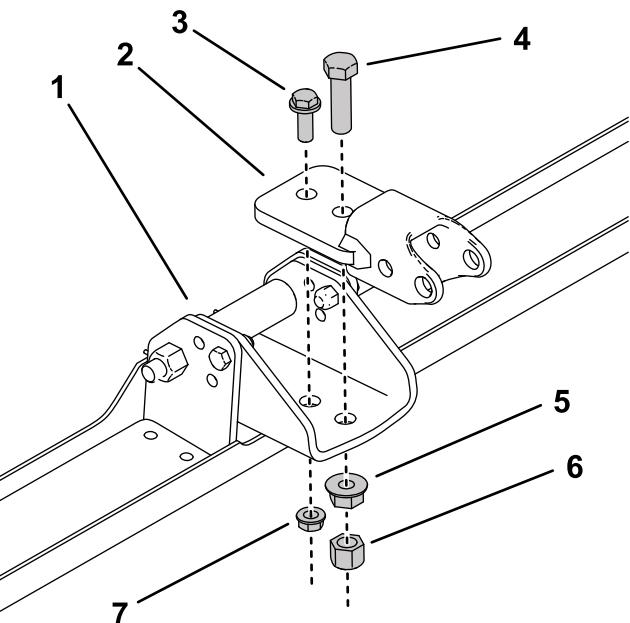

Figura 3
- Monte provisionalmente el conjunto de la barra de tracción en el taladro delantero en el conjunto del cepillo trasero con un perno grande (1/2" x 1-3/4"), una tuerca con arandela prensada (1/2"), una tuerca hexagonal (1/2"), un perno pequeño (3/8" x 1") y una tuerca con arandela prensada (3/8"), tal y como se muestra en la Figura 3.